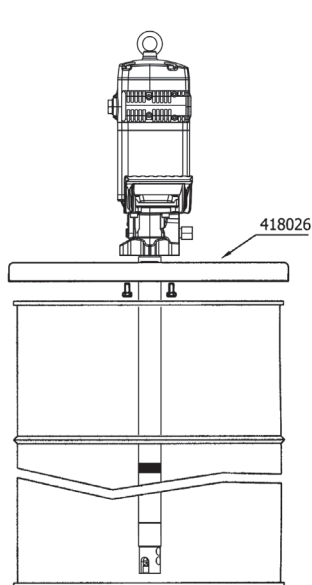

Fig. 1
- a. Installation avec couvercle renforcé (418026 pour fût de 185 kg). Introduire la pompe par le couvercle et la fixer à l'aide des vis fournies. Fixer fermement le couvercle sur le fût (fig. 1)